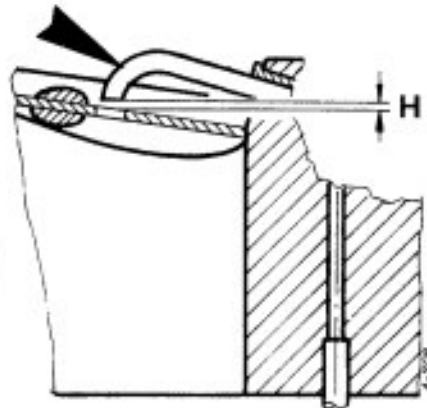

Bild 44
9. ANREICHERUNGSROHR (Bild 44)